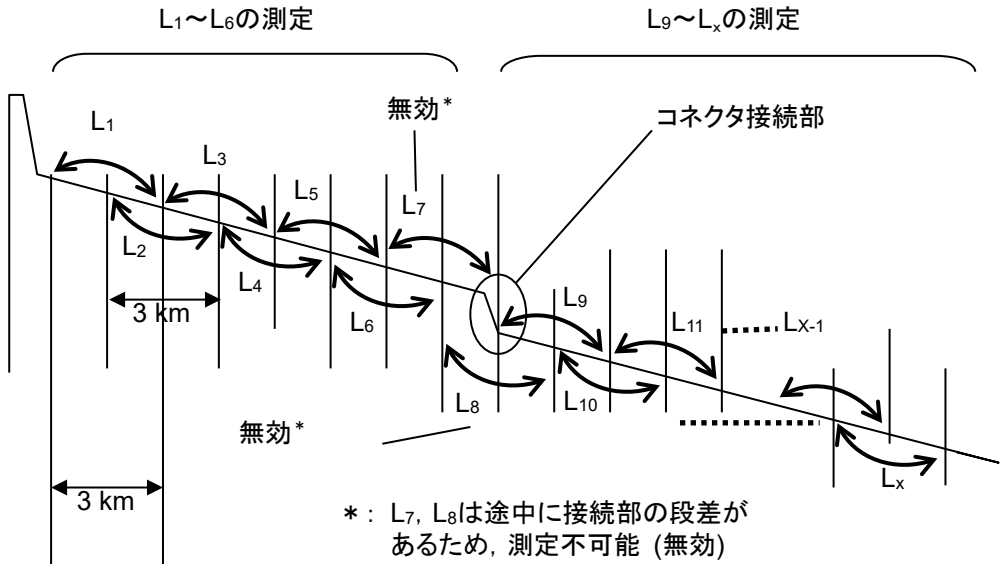

図 15.3.5-2 リニアリティ測定図
20. ロータリノブを回して 1.5 km に ①, 4.5 km にマーカ ②を移動します。
21. ①-②の dB/km を記録します。これを図 15.3.5-2 の  $L_2$  とします。